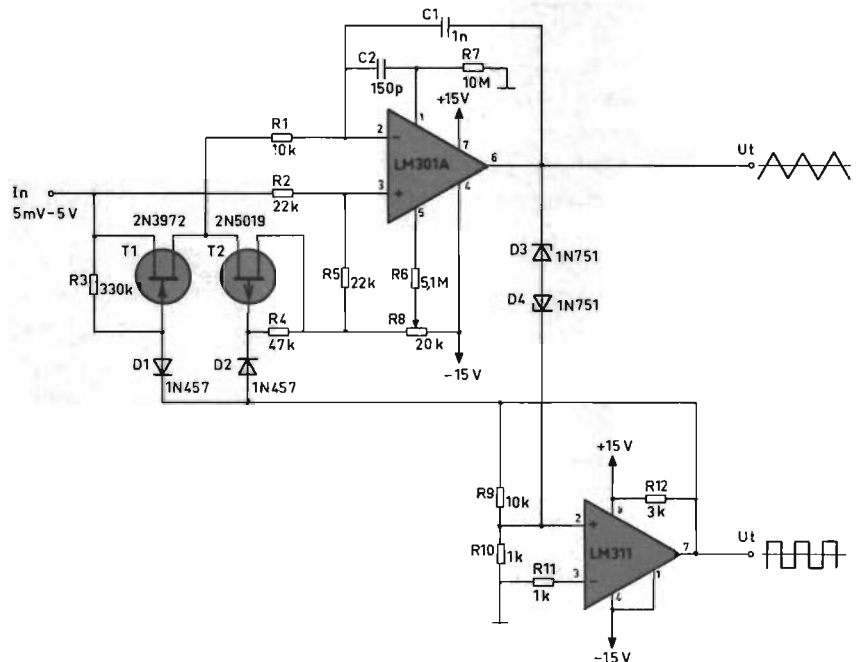

Fig 25. Spänningsstyrd oscillator för triangel eller kantvåg.
- En spänningsstyrd oscillator, som ger triangelvåg eller kantvåg ut, visas i fig 25. En sådan oscillator kan användas som t ex A/D-